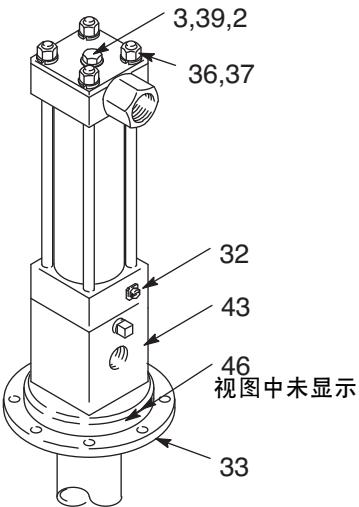

图 7
1. 将适配器（43）放在台钳中。卸下四个有头螺钉（46）和底座（33）。将底盖（32）从适配器上拉出。请参见图 7。如果需要，按照第 12 页中“修理”的说明更换密封件。
2. 卸下往复机构顶部的有头螺钉（3）、螺母（36）和锁紧垫圈（37）。(图 7)
4. 卸下往复机构顶部的有头螺钉（3）、螺母（36）和锁紧垫圈（37）。请参见图 7。